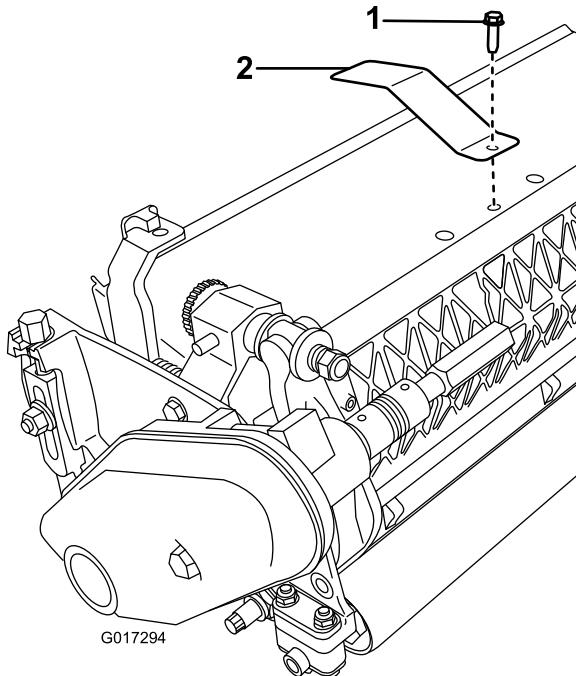

Figura 13
2. Rimuovete il bullone centrale del carter dell'erba (Figura 13).
3. Montate la piastra bersaglio sopra l'elemento di taglio (sotto la cappottatura in plastica) tramite il bullone rimosso in precedenza (Figura 13).